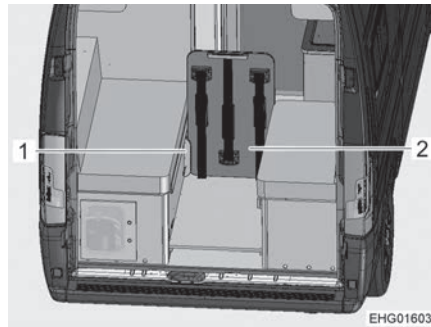

Bild 41 Klapptisch, gesichert in Halteschienen
- Klapptisch (Bild 41,2) in die Halteschienen (Bild 41,1) stecken. Die Halteschienen sind an den Sitzbänken angebracht. In dieser Position dient der Klapptisch auch als Laderaumabtrennung.